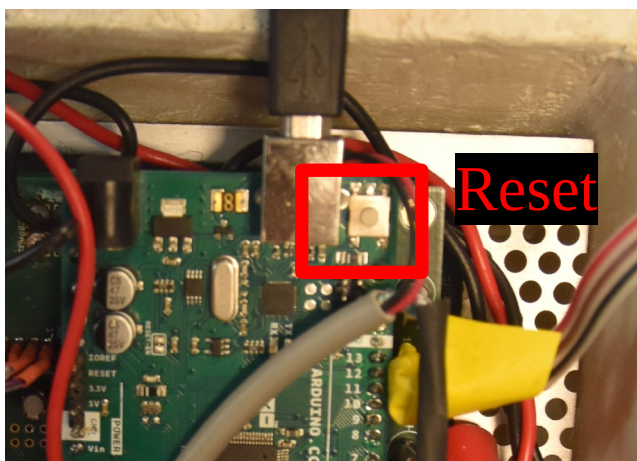

Figure 26: carte arduino avec bouton reset
- Appuyer sur le bouton « reset » de la carte Arduino MEGA (fig 26).